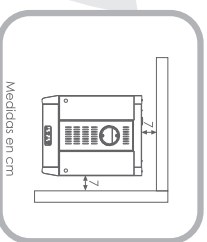

figura 3
- e) Este calefactor debe ser conectado a un kit de cañones para evacuación de gases al exterior del recinto (Ver figura 3). El calefactor a la o existente en el domicilio por diámetro 4,5" se podrá aprovechar la misma instalación de salida de cañones si estos están en buen estado, para lo cual se requiere utilizar el adaptador especial para este efecto (incluido en el producto).
- Tengo especial precaución si la salida de aire caliente choca contra una pared de material combustible o una distancia menor de 1 metro. Se recomienda permitir el libre desplazamiento del aire caliente. lo mismo es aplicable con cortinas y alfombras. Para esto debe considerar las distancias mínimas de instalación que a continuación se detallan en Figura 3.